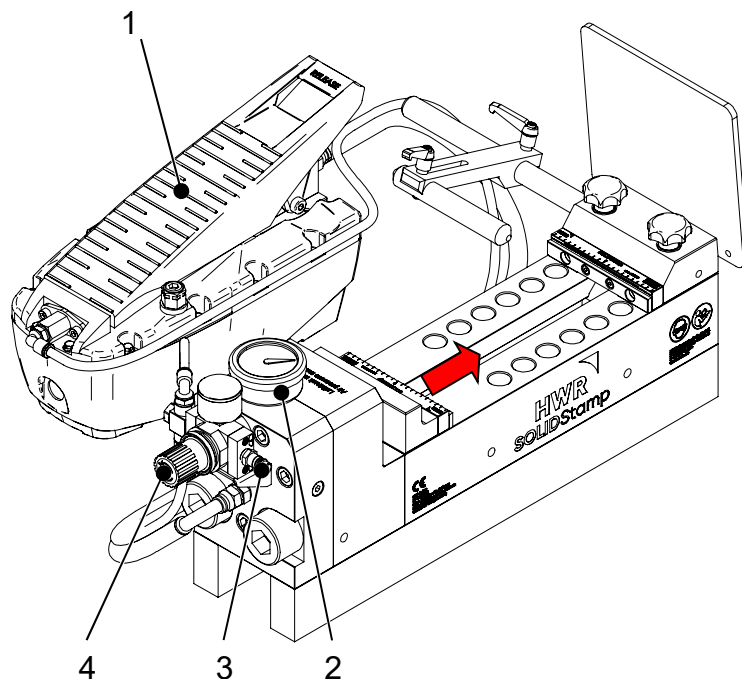

Fig. 2-2: Funzionamento dell'unità di stampaggio SOLIDStamp
L'unità di stampaggio viene azionata con la pompa idraulica pneumatica (1). La pompa viene alimentata con aria compressa tramite il raccordo dell'aria compressa (3). La pressione dell'aria deve essere regolata tramite la valvola di regolazione della pressione (4) e indica la pressione idraulica da raggiungere. La pressione idraulica può essere pari a massimo 320 bar (2), la pressione dell'aria a massimo 5 bar. Introducendo la pressione idraulica nell'unità di stampaggio viene azionato un cilindro a semplice effetto e la slitta di stampaggio si muove (vedi la direzione della freccia nella Fig. 2-2) nella direzione della ganaschia di posizionamento.